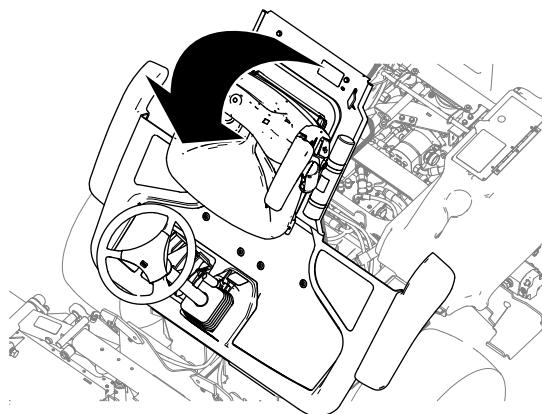

Figura 41
2. Sollevate la piattaforma (Figura 41).